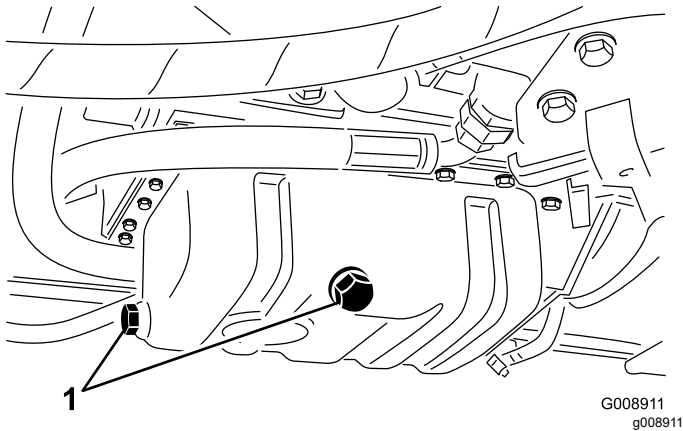

图 65
3. 拆下任一排油塞图 65 让油流入放油盘当油停止流动时安装排油塞。